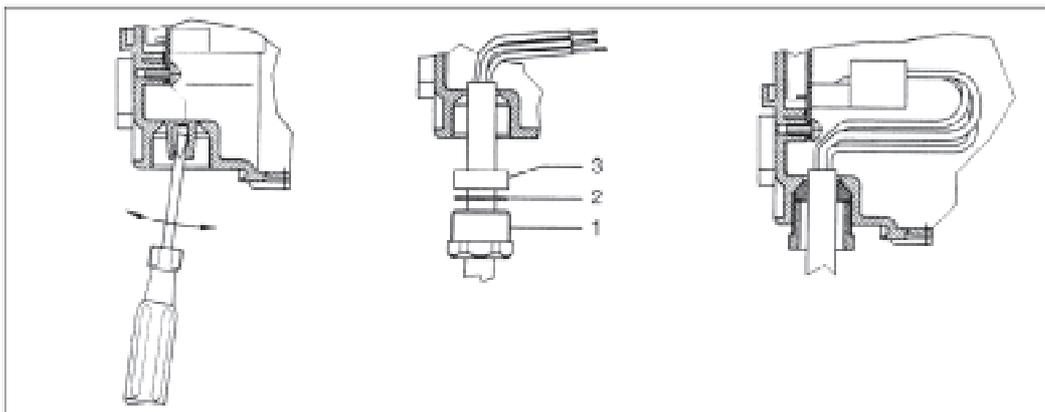

Fig. 3 : Câblage rangée arrière
- ▶ Monter d'abord les câbles de la rangée arrière : (voir fig. 3)